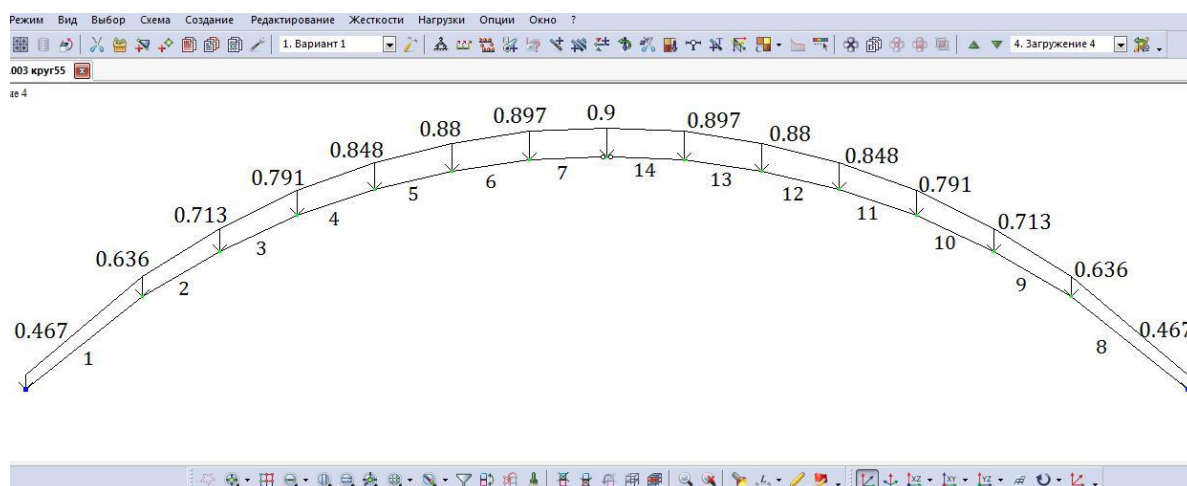

Рис. 2.32. Четвертое загрузеие (снеговая нагрузка, распределенная по параболе на всём пролете)
- Вид расчетной схемы после задания в схеме нагрузок четвертого загрузеия, а также значения нагрузки приведены на рис. 2.32.